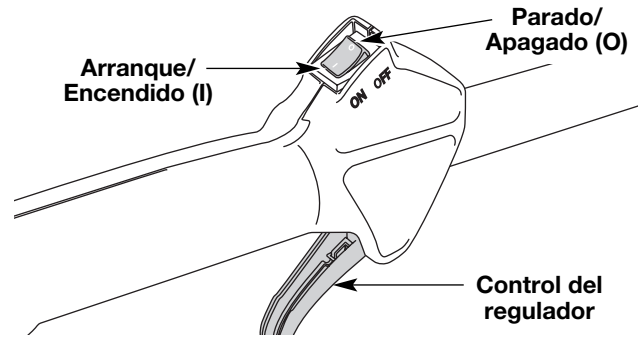

Fig. 6
2. Coloque el control de encendido y apagado en posición de **APAGADO** (O) (Fig. 6).